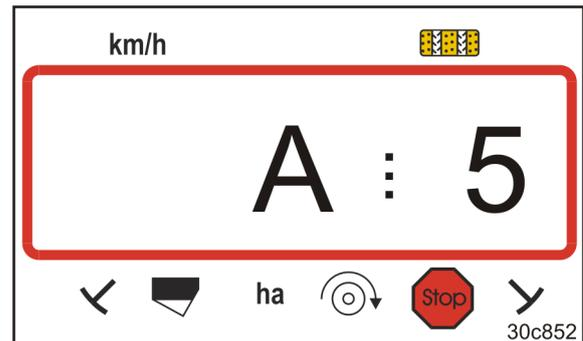

Fig. 30
- erscheint die Anzeige (Fig. 30)